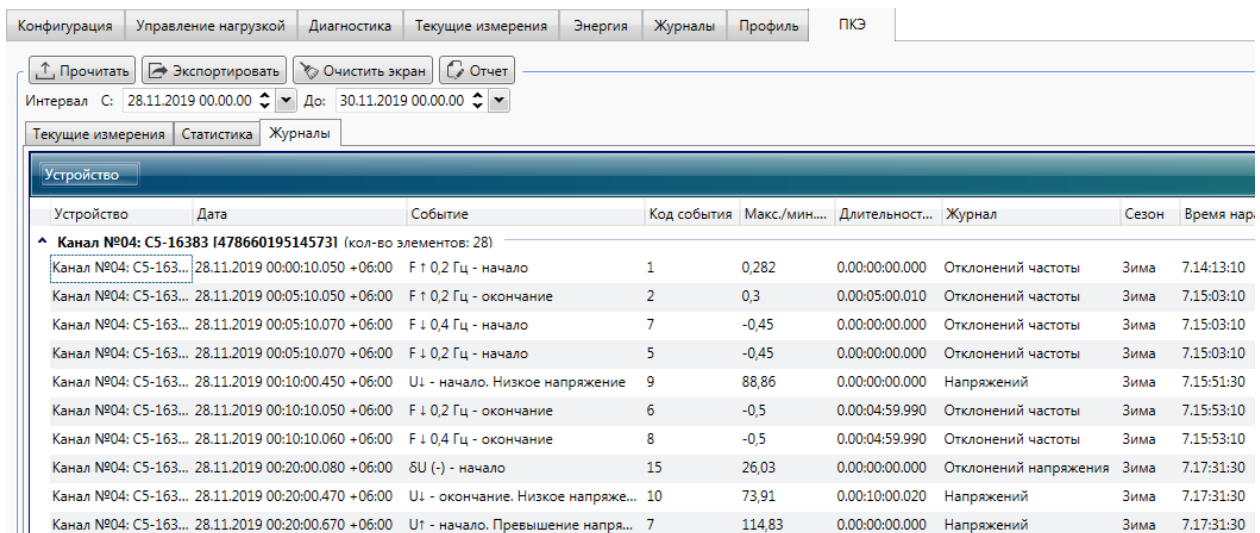

Рисунок 9.49 – Просмотр журналов отклонений напряжения и частоты
9.6.6.4 Для просмотра журналов отклонений напряжения и частоты необходимо перейти на вкладку *ПКЭ* области параметров программы КОНФИГУРАТОР и затем на вкладку *Журналы* (рисунок 9.49).